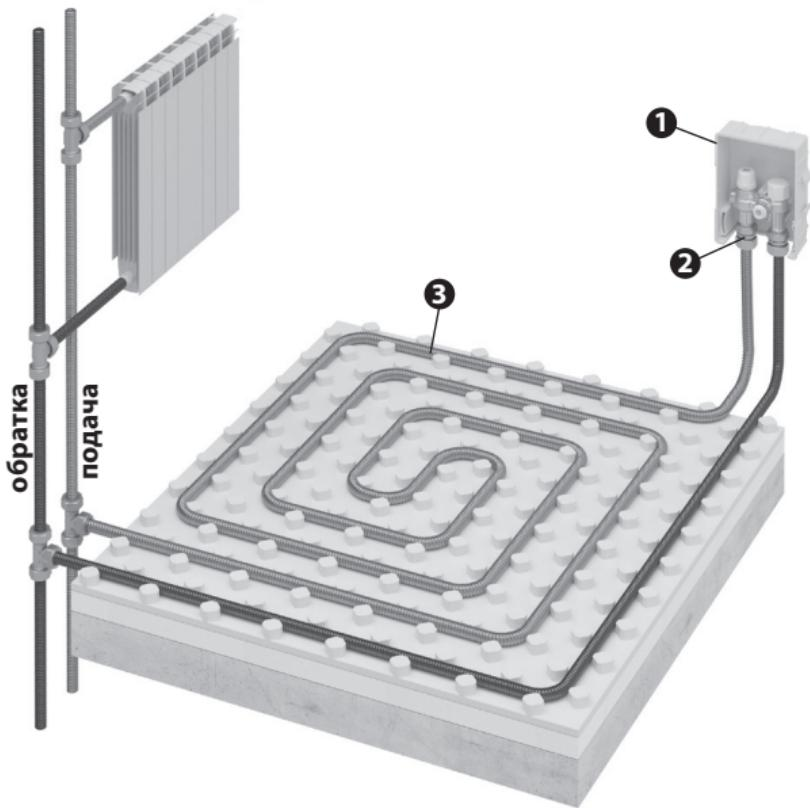

Рисунок 1 Схема подключения комплекта к основной системе отопления
- 1 – терморегулирующий модуль Stahlmann MTR021 (далее по тексту – модуль) предназначен для регулирования температуры одной петли водяного теплого пола за счет ограничения температуры потока обратного теплоносителя. Устанавливается на выходе петли теплоносителя, уложенной в стяжке (см. рис. 1);
Оптимальный способ укладки гофротрубы для равномерного распределения тепла – улиткообразная форма (см. рисунок 1).
- 6) Провести подключение гофротрубы к двухтрубной системе основного отопления и модулю с помощью фитингов (см. рисунок 1). Присоединяя гофротрубу к модулю, обратите внимание на стрелки, обозначающие направления потока. Подключение к модулю всегда должно осуществляться на выходе петли теплоносителя, уложенной в стяжке. При заполнении теплоносителем смонтированного комплекта воздух удаляется через ручной воздухоотводчик. После заполнения петли теплоносителем необходимо проверить гофротрубу и фитинги на отсутствие течи.